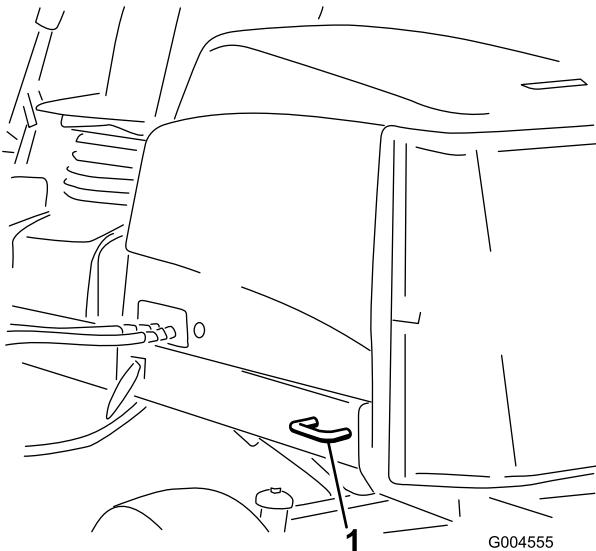

Bild 55
- Heck der Maschine:** Jede Maschinenseite am Hinterrahmen (Bild 55).